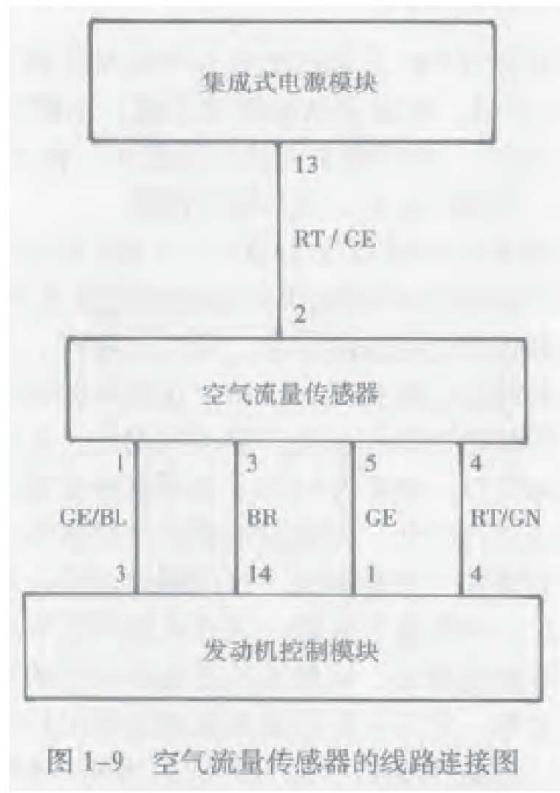

图 1-9 空气流量传感器的线路连接图
- 5). 执行故障码清除功能，重新运转发动机，查询故障信息，只剩下故障码 2783，空气流量传感器信号值仍然为 1757.7kg/rh。点击“功能选择”键，查询相关文件资料。得知该空气流量传感器的构造和工作原理与常见的热膜式空气流量传感器完全相同，并且具有自净功能。空气流量传感器的线路连接图见图 1-9。
- 6). 如图 1-9 所示，空气流量传感器 2 号针脚与电源线相连，3 号针脚与地线相连。对空气流量传感器进行检测，方法如下：在打开点火开关的状态下用一个 3W 试灯跨接在空气流量传感器 2 号针脚与 3 号针脚之间，若试灯点亮，则说明供电线路正常。对空气流量传感器的信号线路进行检查，笔者采用对比法对信号线连接状况进行定性判断，拔下空气流量传感器的线束插头，启动